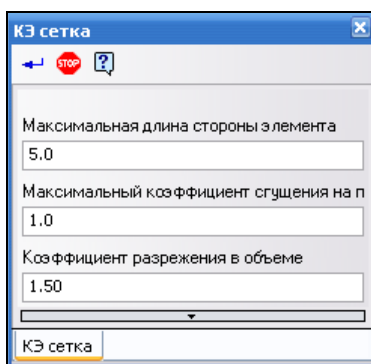

Рис. 10.20. Панель свойств: КЭ сетка
- ◆ вызовите команду **Генерация КЭ сетки**  из панели **Разбиение и расчет**. На Панели свойств данной команды три параметра (рис. 10.20):